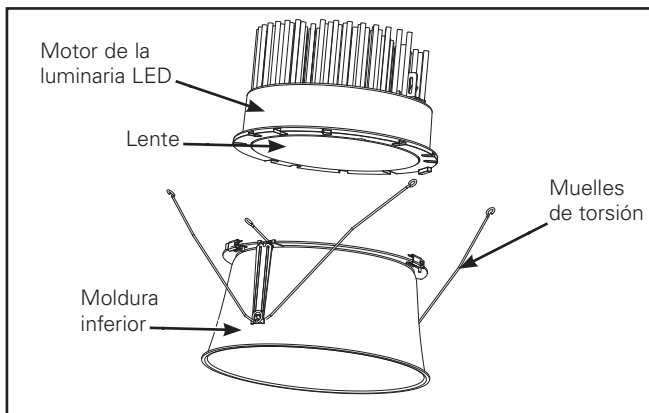
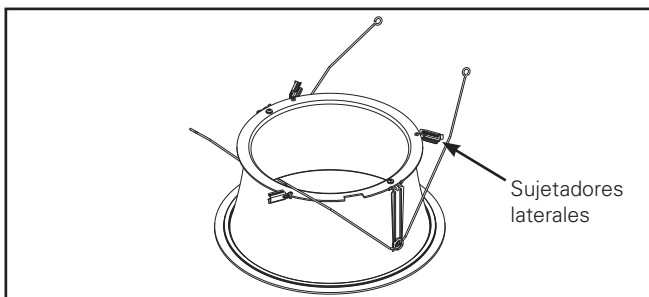

Figura 2. Unidad de la moldura inferior
Figura 3.
1. Retira el reflector del empaque protector. Retira el aro de plástico y deséchelo. Retira el motor LED del empaque protector (Figura 2). Gira los sujetadores laterales (3) hacia afuera (Figura 3).